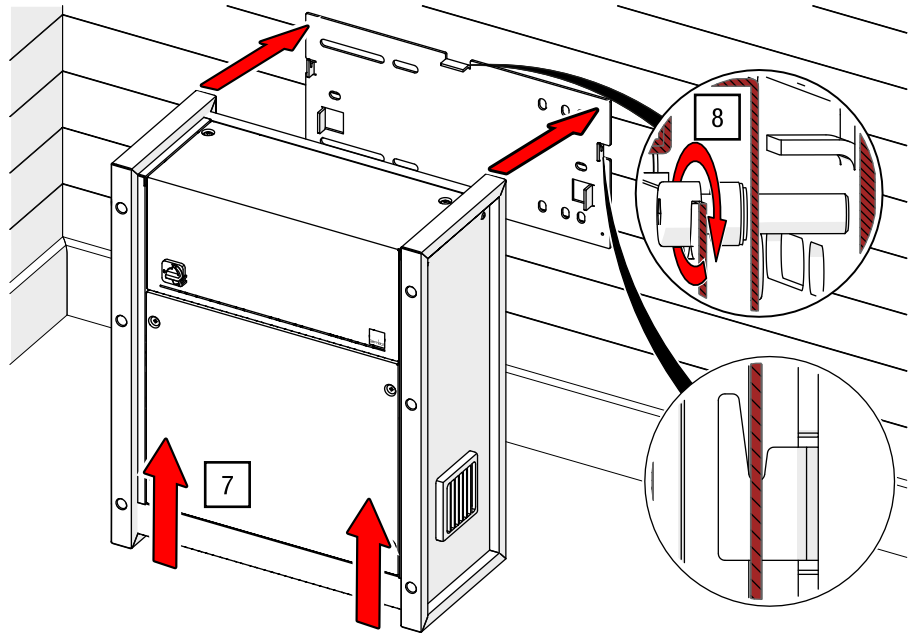

Abb. 19: Steuerung an Wandmontageplatte fixieren (Steuerungsmodell kann abweichen)
7. Richten Sie die Steuerung auf und hängen diese mit den vorgesehenen Schlitzn auf der Rückseite in die zwei Haken der in die bereits an die Wand vormontierte Wandmontageplatte ein (siehe Abb. 19).
8. Heben Sie das Bedienfeld ab und sichern Sie die Steuerung an der Wandmontageplatte mit der beiliegenden M8×30 Innensechskantschraube (siehe Abb. 19).